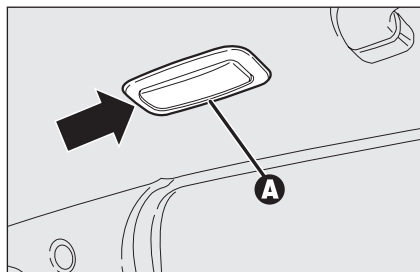

fig. 44
- ☐ estrarre la plafoniera **A-fig. 44** agendo nel punto indicato dalla freccia;